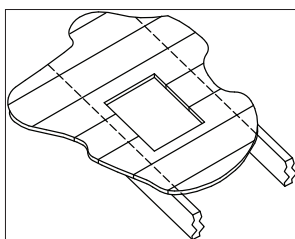

Figure 19
5. Retirer les bardeaux ou tout autre revêtement de toit au besoin afin de découper l'ouverture rectangulaire pour la boîte de support. Découper l'ouverture 3,2 mm (1/8 po) plus large que les dimensions de la boîte de support. (**Figure 19**).